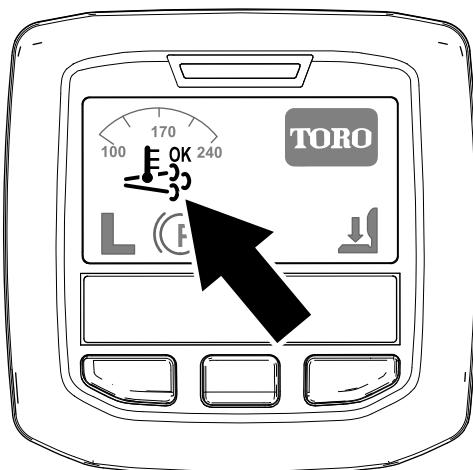

Bild 21
- Das Symbol für die unterstützte bzw. Rücksetzen-Regenerierung wird im InfoCenter angezeigt (Bild 21).